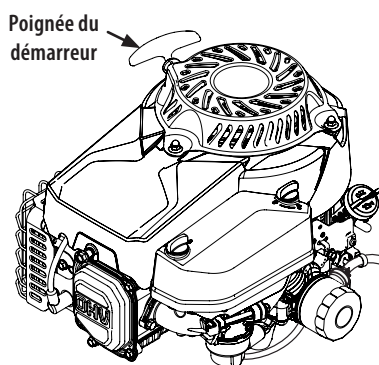

Figure 6
5. Tirez sur la poignée du démarreur à lancer rapidement et de façon continue (Figure 6). Laissez la corde revenir lentement sans lâcher la poignée. Répétez jusqu'à ce que le moteur tourne. Laissez la corde revenir lentement chaque fois. Si le moteur ne démarre pas après trois essais, répétez les instructions précédentes (placez la commande d'accélération à la position RAPIDE).